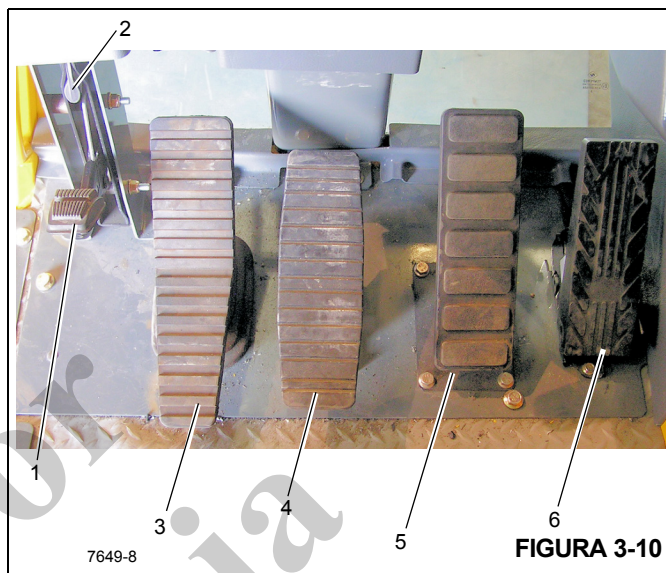

Figura 3-10 - Números de artículos
El pedal del bloqueo de giro en 360° (1) (Figura 3-10) se encuentra en el lado izquierdo del piso de la cabina de la grúa. El pedal se utiliza para activar el sistema de bloqueo de giro para evitar que la torreta gire. Para soltar el bloqueo de giro, tire de la palanca de soltado del bloqueo de giro de 360° (2) hacia arriba.
El pedal del freno de giro (3) (Figura 3-10) se encuentra en el lado izquierdo del piso de la cabina. El pedal del freno de giro se usa para reducir la velocidad del movimiento de giro o detenerlo. La fuerza de frenado es proporcional a la distancia que se pise el pedal. Si no se pisa el pedal y se desengrana la válvula de control del freno de giro, se aplica presión hidráulica al freno, lo cual vence la tensión de su resorte para soltarlo. Cuando se pisa el pedal, se acciona la válvula del servofreno de giro que aplica presión al conjunto del freno. Esta presión auxilia a la tensión del resorte para vencer la presión hidráulica aplicada al circuito de liberación.
El pedal de control de telescopización (4) (Figura 3-10), presente cuando la grúa está provista de malacate auxiliar, se encuentra en el lado izquierdo del piso de la cabina. Pise la parte superior del pedal para extender la pluma y la parte inferior del pedal para retraerla.
El pedal de frenos (5) (Figura 3-10) es el segundo pedal con-tado desde la derecha en el piso de la cabina. El pedal se pisa para regular la aplicación de los frenos de servicio.
El pedal del acelerador (6) (Figura 3-10) se encuentra en el lado derecho del piso de la cabina. Se usa para controlar la aceleración del motor, la cual aumenta o disminuye proporcionalmente según la presión aplicada al pedal. El pedal está conectado por medios eléctricos al módulo de control de la superestructura, el cual envía una señal a la unidad de control del motor por vía del enlace de datos J1939.